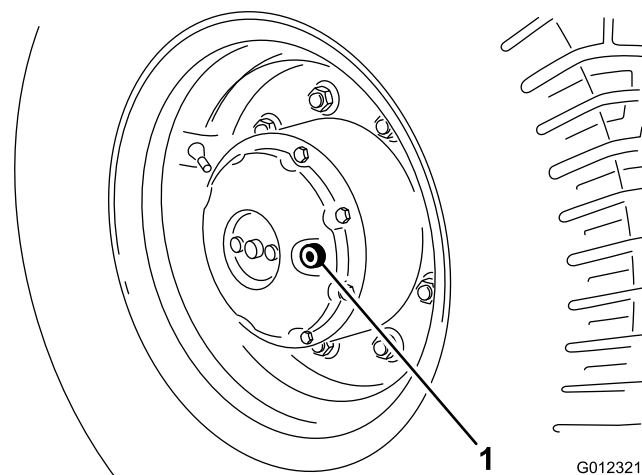

Figura 37
1. Parcheggiate la macchina su una superficie piana, con il foro di controllo/spurgo (Figura 37) in posizione ore 3 od ore 9.